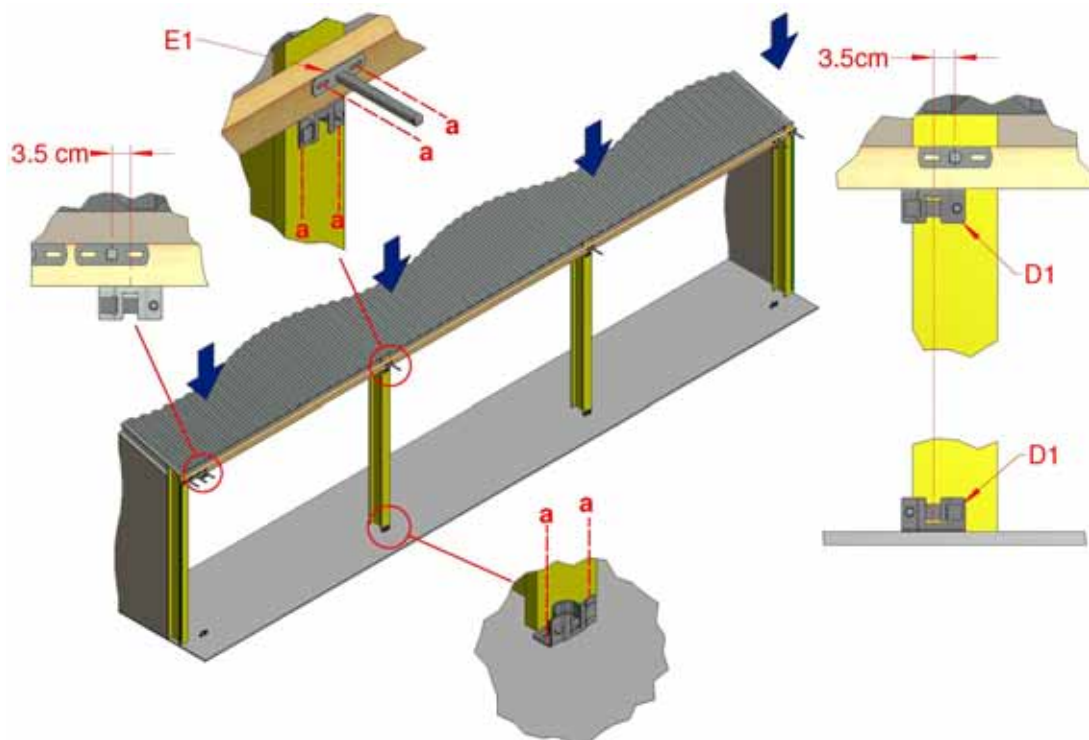
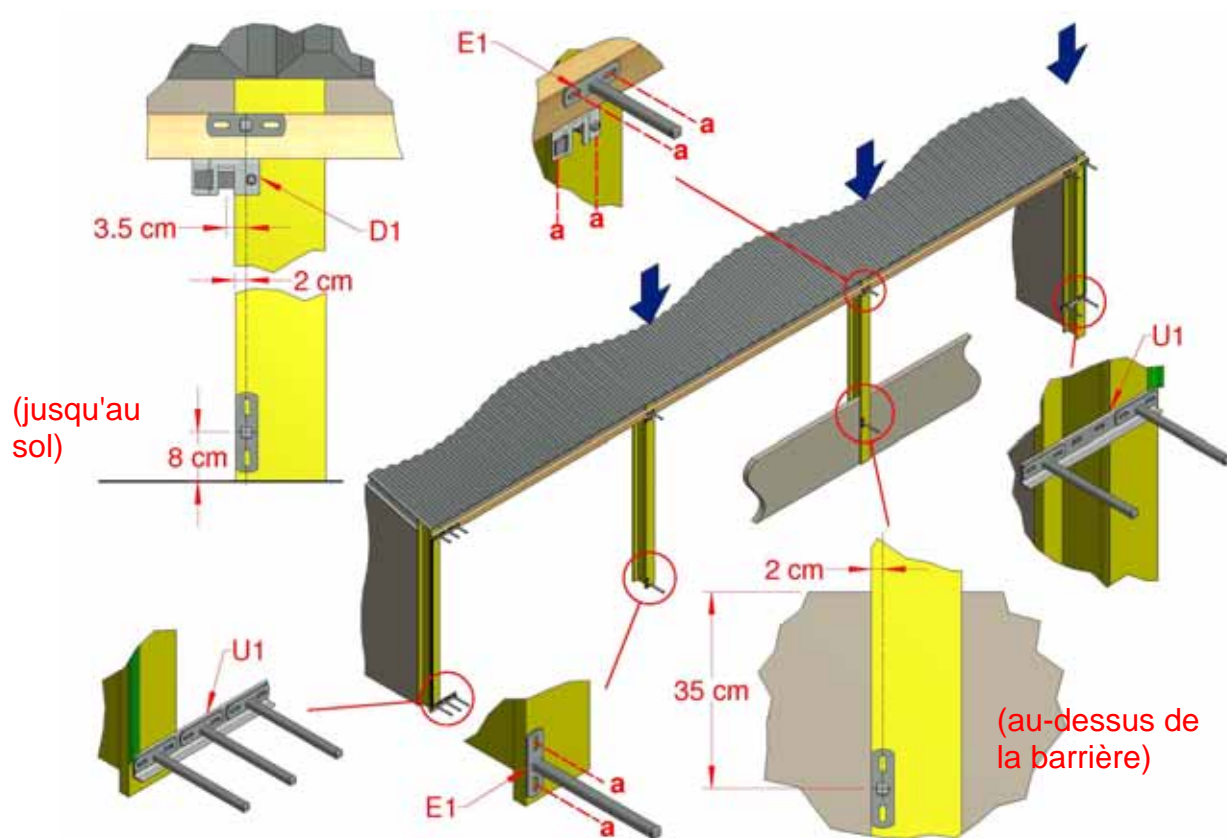

Figure 5a : pose du support du tube de commande intermédiaire (Face-Extrémité)
Figure 5b : pose du support du tube de commande intermédiaire (Face-Face)
- 2.3 Monter les supports de surface supérieurs (E1) à chaque montant de travée intermédiaire, comme illustré à la Figure 5a. Il convient d'aligner horizontalement le bord du haut de ces supports aux supports de surface aux extrémités de l'installation.
- 2.4 À chaque montant de travée intermédiaire, poser les supports d'extrémité supérieurs (D1) sur le dessous de la poutre de bois, pour faire en sorte que les supports soient décalés de 3,5 cm par rapport au milieu du support de surface supérieur, comme illustré à la Figure 5a pour la configuration Face-Extrémité et à la Figure 5b pour la configuration Face-Face.
- a) Pour une installation Face-Extrémité, pré-percer les trous internes inférieurs du support d'extrémité (D1) dans le sol pour faire en sorte qu'ils soient alignés verticalement aux supports d'extrémité supérieurs. Les supports ne doivent pas être fixés tant que les tubes de commande intermédiaires ne sont pas montés, Figure 5a.
- b) Pour une installation Face-Face, fixer le support de surface inférieur (E1) pour faire en sorte qu'il soit aligné verticalement au support de surface supérieur et dans le sens illustré à la Figure 5b, en notant le décalage au-dessus du sol ou en-dessous de la barrière, en fonction de l'option commandée. Poser le support de couvercle inférieur Face-Face (Q1) et les supports de surface (E1) au montant du bâtiment, à une hauteur correspondante aux supports de surface inférieurs sur les tubes de commande intermédiaires et aligné verticalement aux supports de surface supérieurs.